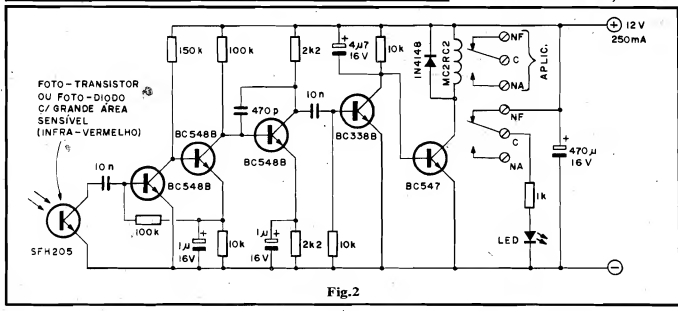

Fig.2
- FIG. 2 - O CIRCUITO DO MÓDULO RECEPTOR (BIVEP-R) - Da mesma forma que o módulo emissor, também o BIVEP-R é totalmente transistorizado, fugindo do custo de Integrados, essas coisas... Tudo "começa" num simples foto-diodo ou foto-transistor, com boa sensibilidade ao espectro de infra-vermelhos, e grande área sensora, tipo SHF205 ou equivalente... Este trabalha sem polarização CC, de modo a nunca "saturar", mesmo sob forte luminosidade (visível) ambiente... Os sinais pulsados de infra-vermelho que o dito cujo recebe, enviados "lá de longe", pelo BIVEP-E, são por ele transformados em tênues pulsos elétricos, acoplados pelo capacitor de 10n (que ajuda o bloqueio de CC, também no sentido de viabilizar o funcionamento do sistema mesmo sob luz ambiente...) a um poderoso (em termos de ganho e "seletividade"...) amplificador de 4 estágios, sendo os dois primeiros centrados em transistores BC548B, e os dois últimos num transistor também BC548B e num BC338B... Todas as polarizações, acoplamentos e desacoplamentos nesses estágios, foram dimensionados para promover o melhor desempenho possível dentro das características dos sinais a serem amplificados, de modo que, no coletor do BC338B possamos obter um nível elevado e estável de sinal, desenvolvendo-se sobre o resistor de "carga", no valor de 10K. Graças ao capacitor eletrolítico "paralelo" com o resistor de carga do citado BC338B (4u7) o nível pulsado do sinal é transformado num estável nível CC... Como, na presença do feixe pulsado de infra-vermelho (recebido pelo SHF205 e amplificado enormemente pelos estágios seguintes...) o dito transistor BC338B torna-se completamente "ligado", saturado, seu coletor mostrará uma Tensão bem próxima de "zero" (quase equivalente ao Potencial da linha negativa da alimentação...), situação em que o último transistor